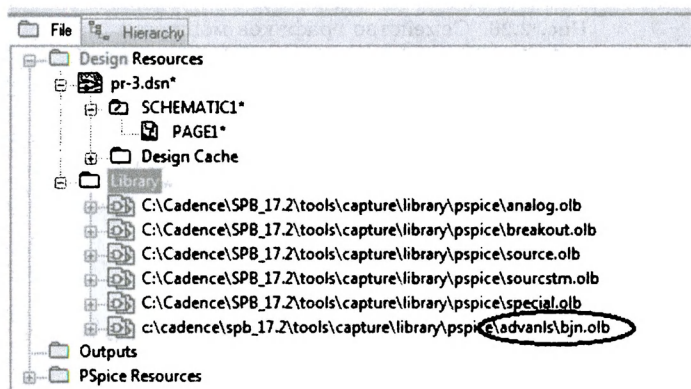

Рис. 2.29. Добавление библиотеки биполярных транзисторов в проект
2. В менеджере проекта добавляем в библиотеки файл bjn (рис. 2.29).